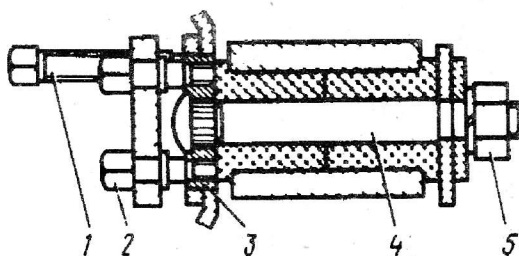

Рис. 172. Съемник пальца переднего кронштейна задней рессоры:
4. Выпрессовать палец 4 (рис. 172) переднего конца рессоры следующим образом: